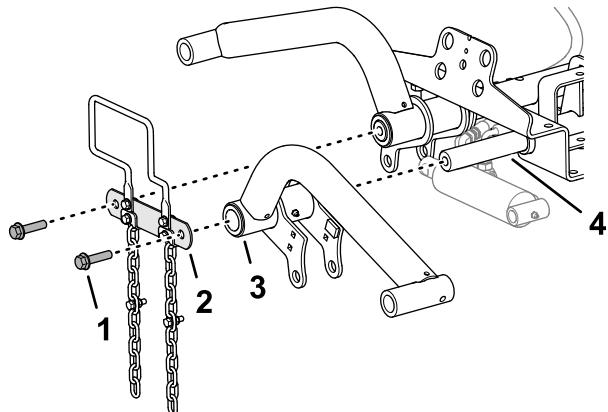

Figure 9
- Montez les bras de levage sur les axes de pivot, comme montré à la Figure 9).
2. Montez le maillon d'axe de pivot sur les axes de pivot des bras de levage (Figure 9) à l'aide des 2 vis à embase (1/2 x 2") retirées à l'étape